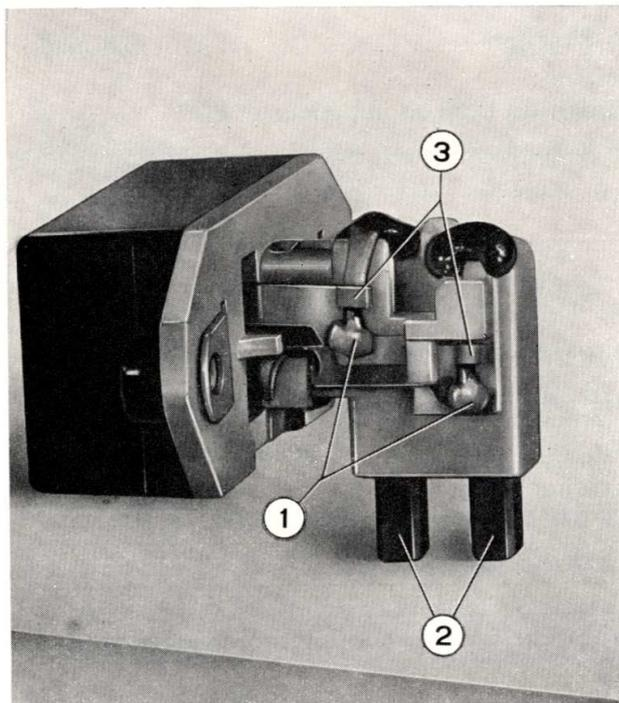

Fig. 84 - Régulateur électronique
- En rechange on livre les régulateurs électroniques complets de balais ou les seuls balais; si l'on veut donc remplacer seulement les balais, il faut d'abord dessouder les branchements (1 de la fig. 84).